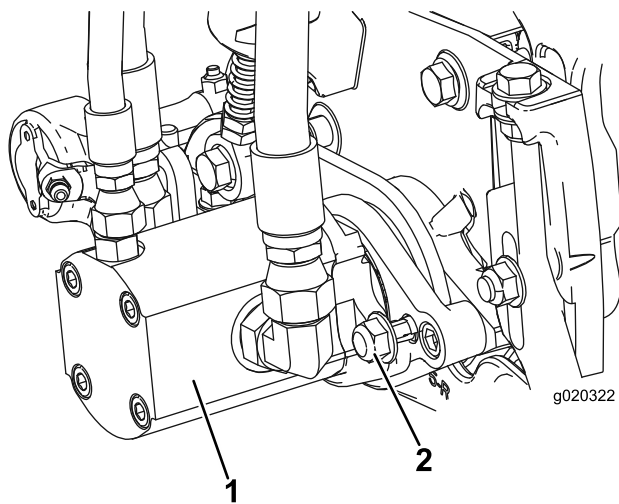

図 10
15. モータを右にひねってモータフランジのロックナットをかわしながらモータを取り付ける 図 10。モータを左にひねってフランジをナットに噛み込ませてセットし、ナットを締め付けて固定する。